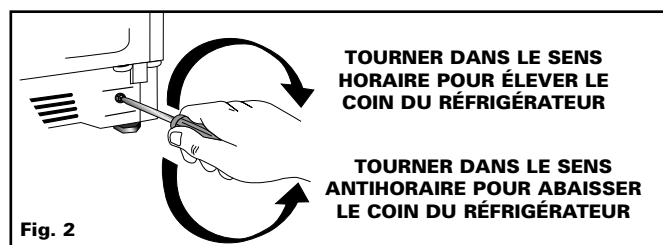

Fig. 2
- Régler les roulettes à l'aide d'un tournevis (voir fig. 2).